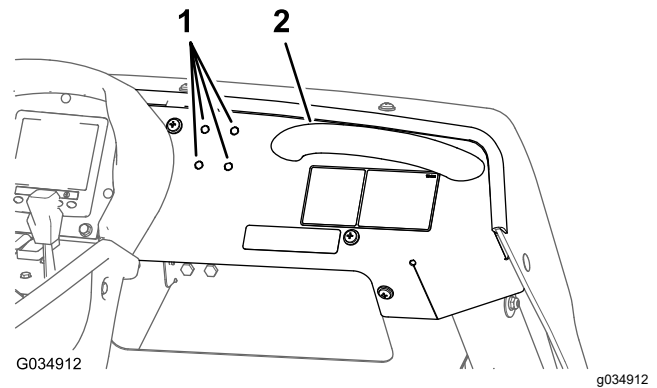

Figura 132
2. Retire los 4 orificios pretroquelados del panel de instrumentos (Figura 132).
1. Localice los 4 orificios pretroquelados (1/4") del panel de instrumentos, situados a la izquierda del agarradero (Figura 132).